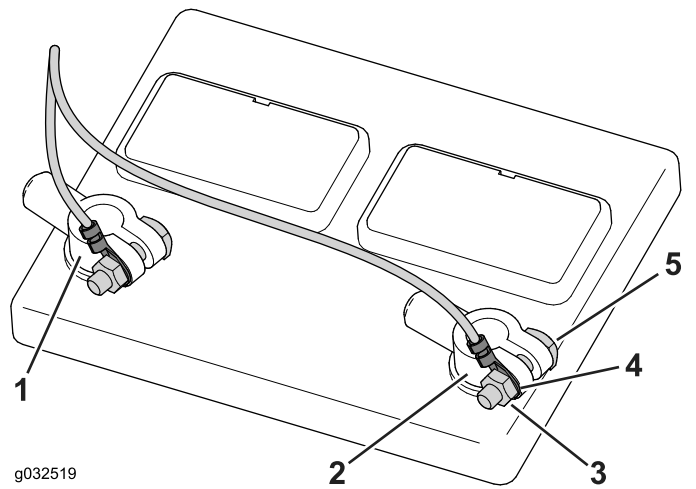

Figure 44
2. Desserrez et retirez le collier de la borne négative puis le collier de la borne positive de la batterie (Figure 44).
3. Retirez les écrous des boulons de borne (Figure 44).
4. Placez la cosse négative (câble noir) sur le boulon de la borne négative et vissez légèrement l'écrou (Figure 44).
5. Placez la cosse positive (câble rouge) sur le boulon de la borne positive et vissez légèrement l'écrou (Figure 44).
6. Placez le collier de la borne positive sur la borne positive de la batterie, puis le collier de la borne négative sur la borne négative (Figure 44).